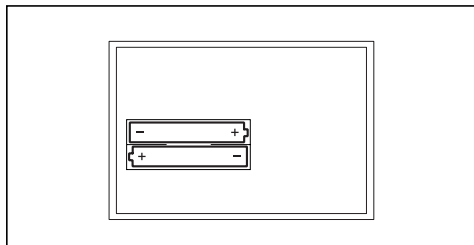

Fig. 4.2 Cambio de las pilas
- Cambie las pilas (2x AAA-LR03; fig. 4.2). Tenga en cuenta la polaridad correcta de las pilas.